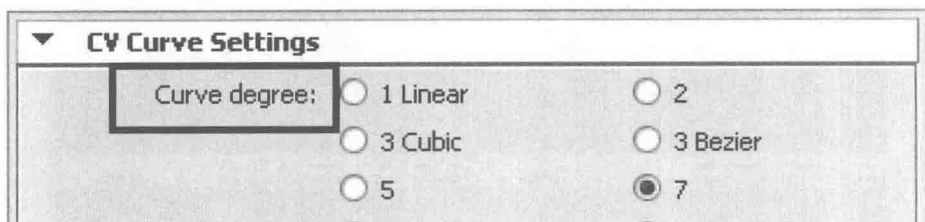

图 1-2
(1) 绘制 NURBS CV 曲线
①功能说明：用于通过放置 CV 绘制 NURBS 曲线。
②操作方法：执行命令后，在窗口中通过单击鼠标来进行图形绘制。
③常用参数解析：单击 Create (创建) → CV Curve Tool (CV 曲线) → “□” (选项窗口) 命令，如图 1-2 所示。